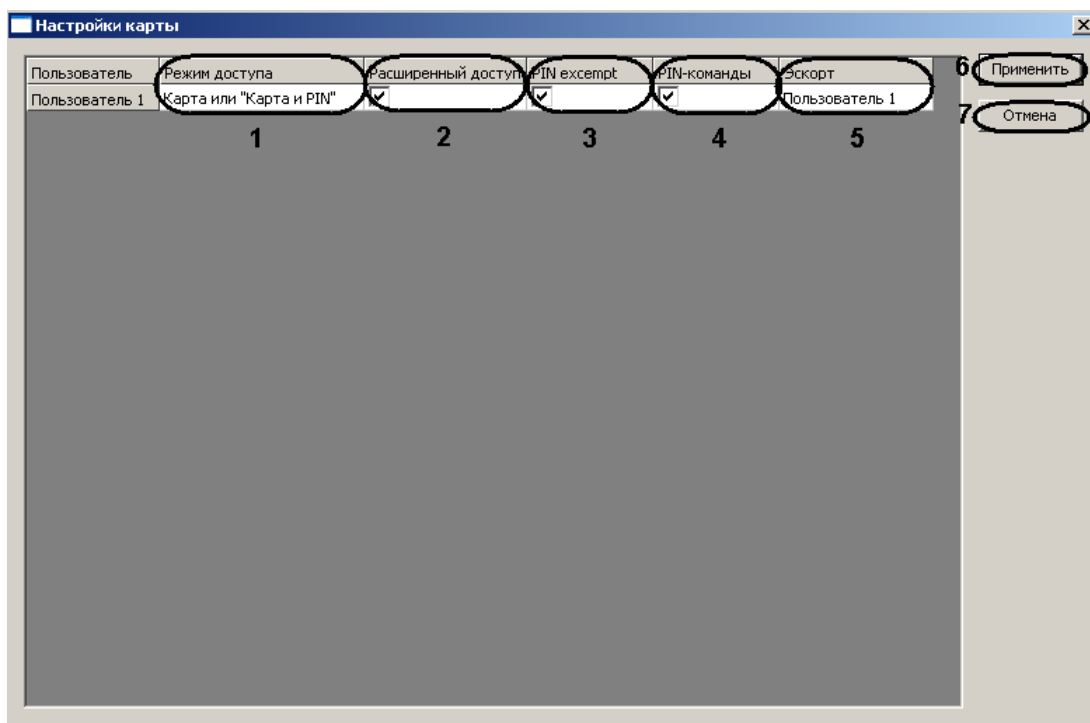

Рис. 3.10—2 Настройка пользователей
- а) Выбрать режим доступа, который необходимо назначить пользователю, из раскрывающегося списка в соответствующем столбце (см. Рис. 3.10—2, 1).